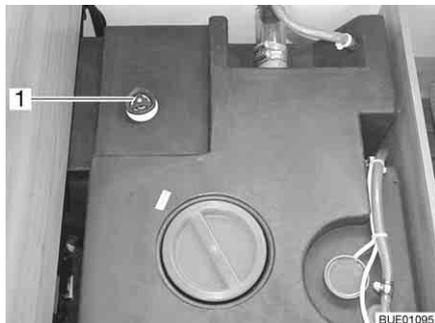

Bild 201 Wassertank mit Drehgriff
- Auf dem Wassertank den Drehgriff (Bild 201,1) im Uhrzeigersinn bis zum Anschlag drehen.
- Auf dem Wassertank den Drehgriff (Bild 201,1) entgegen dem Uhrzeigersinn bis zum Widerstand drehen. Das Wasser läuft bis auf 60 Liter aus.